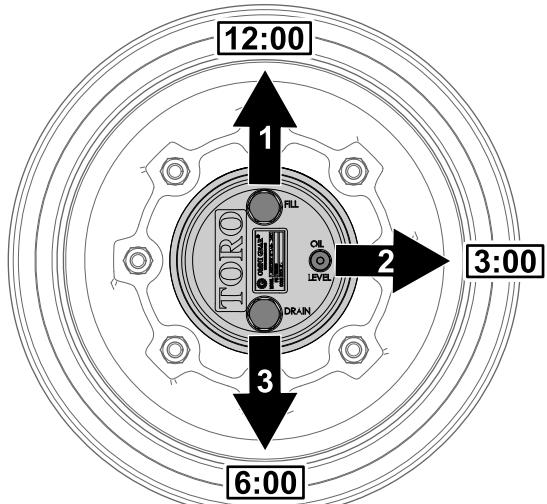

Рисунок 59
положении «12 часов», пробка контрольного отверстия – в положении «3 часа», а пробка сливного отверстия – в положении «6 часов» (Рисунок 59).
2. Снимите пробку контрольного отверстия, расположенную в положении «3 часа» (Рисунок 59).
1. Припаркуйте машину на ровной поверхности, расположите колесо так, чтобы пробка заливного отверстия находилась в положении «12 часов», пробка контрольного отверстия – в положении «3 часа», а пробка сливного отверстия – в положении «6 часов»; см. Рисунок 59 в разделе Проверка масла в планетарном редукторе \(страница 61\).